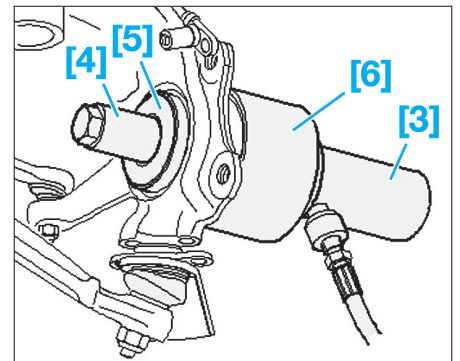

Fig. 29
• Mettre en place le poussoir [5] en orientant le collet vers le roulement, la douille de pression [6] en orientant les quatre diamètres intérieurs étagés vers le pivot, le cylindre à piston creux [3] avec le pivot tirant et l'écrou spécial [4] (Fig.29).